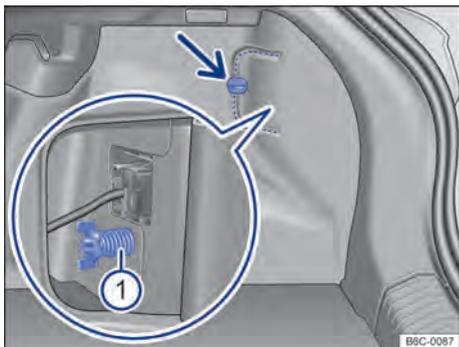

Fig. 169 No compartimento de bagagem: desinstalar cobertura e retirar o parafuso borboleta ⓘ (lupa).
- 3 Para abrir a cobertura da lanterna, girar a trava → Fig. 169 (seta).
- 18 Segurar a lanterna traseira na posição de montagem com uma das mãos e aparafusar com a outra o parafuso borboleta → Fig. 169 ⓘ.